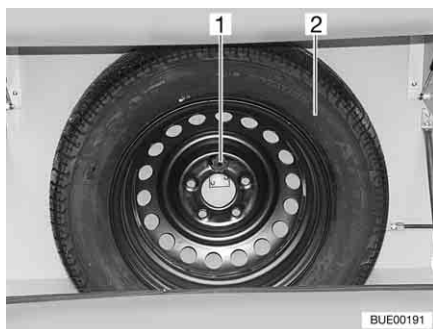

Bild 221 Reservhjulshållare
Reservhjulshållaren är monterad i gasboxen. Reservhjul erhålls (Bild 221,2) mot extrakostnad.
- Bulten (Bild 221,1) lossas.
- Reservhjulet (Bild 221,2) tas ut.